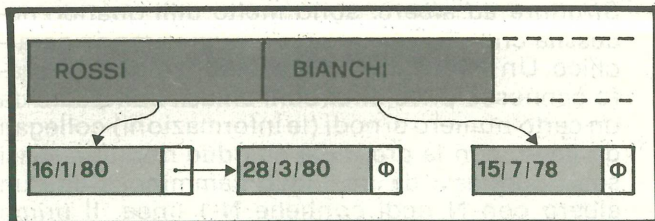

Figura 13 - Esempio di archivio di dati fissi, con collegate liste variabili di dati.
- Struttura a liste: per le applicazioni con personal computer rappresenta già una sofisticazione, ma può risultare utile ed efficiente se collegata ad una struttura base di altro tipo, in quanto permette risparmio di memoria e semplicità di gestione. Ad esempio, nella costruzione di un archivio medico è possibile associare ad una serie di dati anagrafici fissi per ogni persona una lista a lunghezza variabile da paziente a paziente, contenente i dati relativi alle varie visite (v. Figura 13). I puntatori possono essere inseriti sia fisicamente all'interno del record, sia separatamente in file apposito, logicamente collegato a quello contenente le liste, come verrà realizzato nell'esempio proposto.